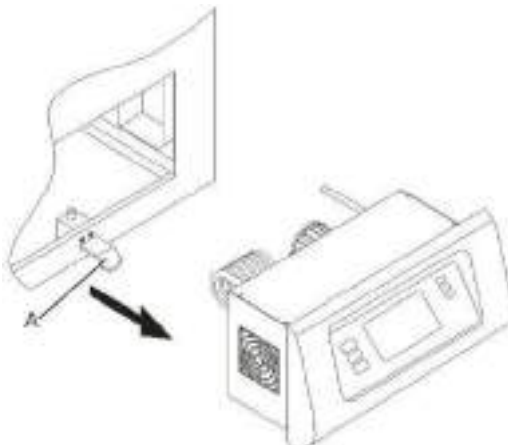

Figura 256- Trava do módulo de controle
1. Antes de retirar o módulo de controle retire todos os cabos conectados no painel lateral. Puxe a trava do painel, localizada sob o módulo de controle e puxe-o pela lingueta (A) localizada em sua parte frontal, conforme indicado na figura 256: